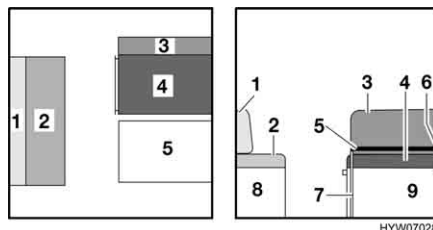

Fig. 102 Prima della trasformazione
- Rimuovere il cuscino dello schienale (Fig. 102,1) e il cuscino del divano (Fig. 102,2) e riporli.